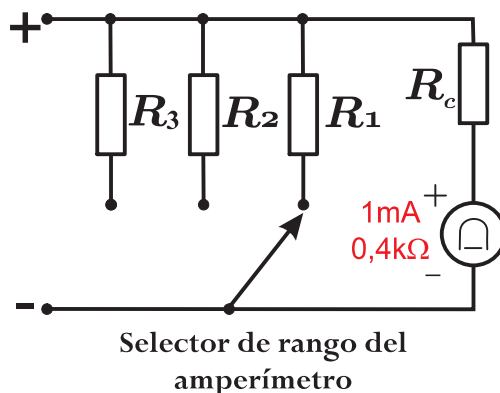

Figura 2: Amperímetro de dos rangos
Sin desarmar el circuito anterior, arme el amperímetro de la Figura 2 en el mismo *proto-board* con las siguientes especificaciones: Sensibilidad según el punto anterior, rangos 0 – 10 – 50 – 100 mA y R_C que permita ajustes de $\pm 10\%$ de variación de la corriente por el *galvanómetro*.
- c.- Arme el circuito de la Figura 2 con los valores de resistencia calculados y medidos de los puntos anteriores.